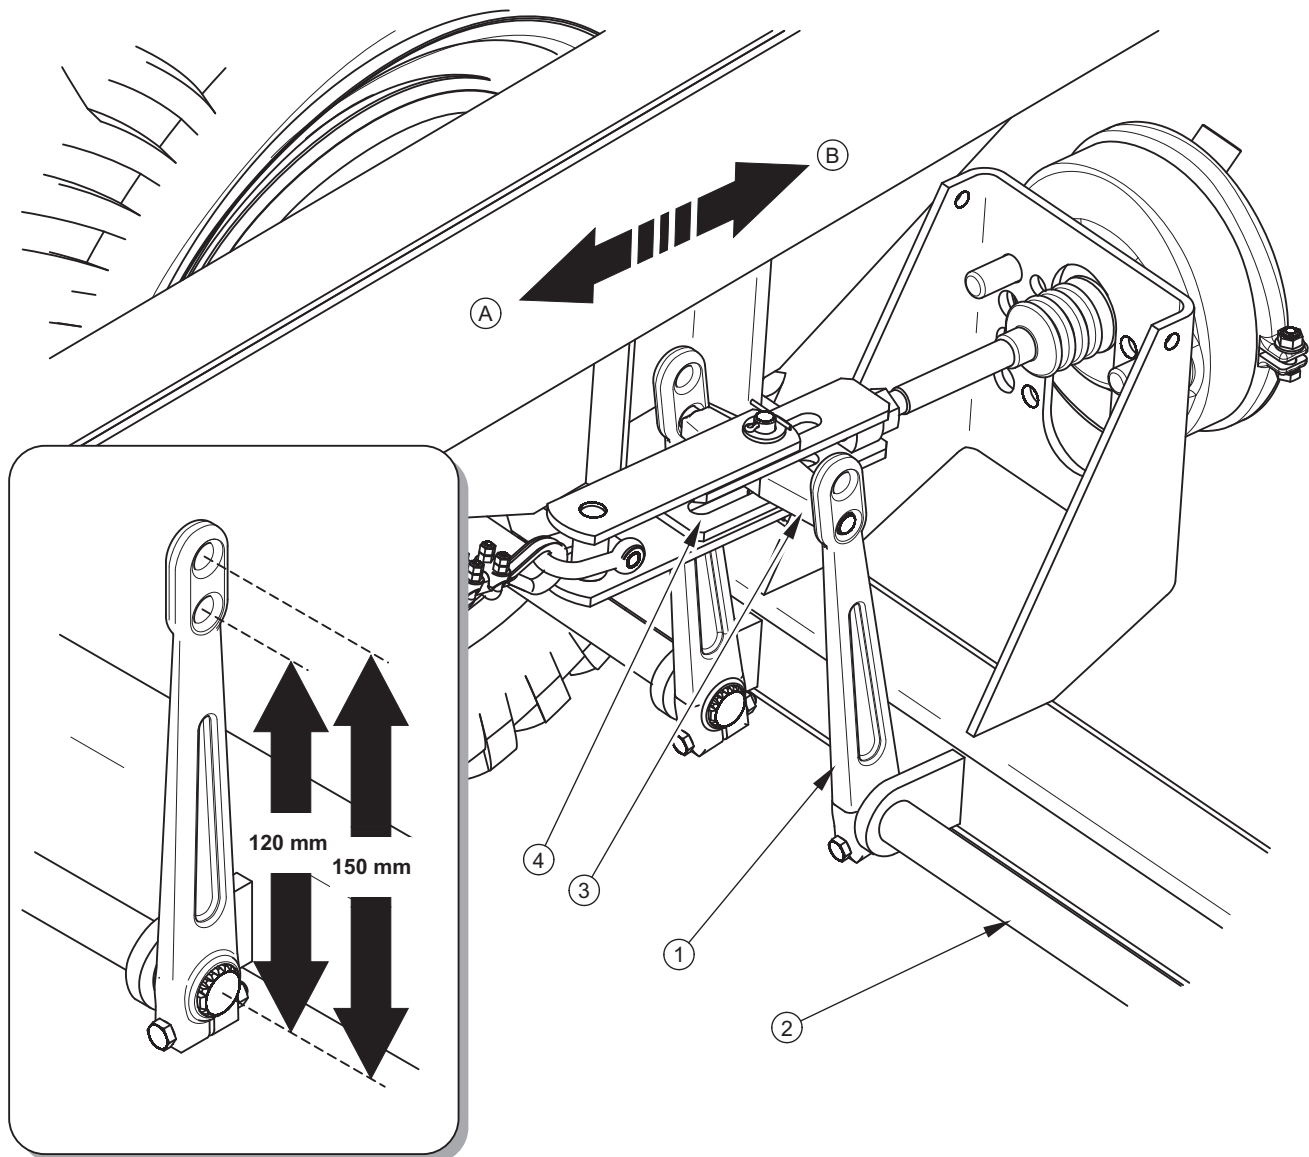

РИСУНОК 5.4 Регулирование механических тормозов ходовой оси
Колеса прицепа должны тормозить одновременно. Регулирование тормозов состоит в изменении положения плеча разжимного кулака (1) (РИС. 5.4) по отношению к валу разжимного кулака (2).